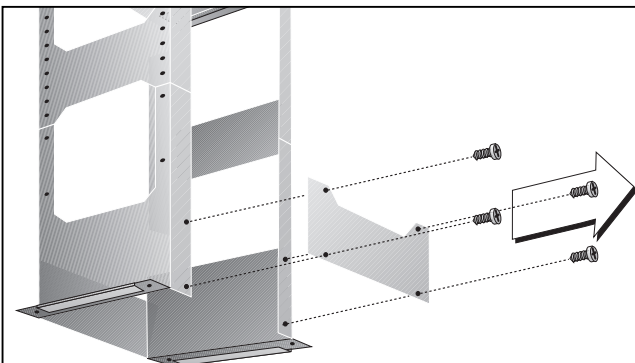

Fig. 24
6. Fjern pladeskærmen fra bærestellets bagside (fig. 24).